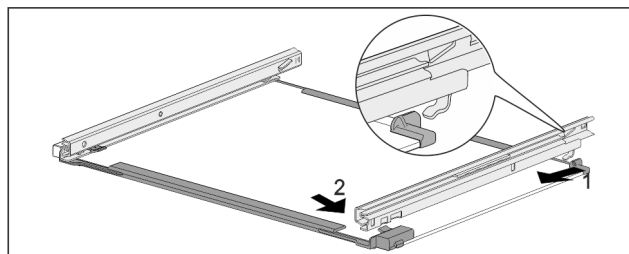

Fig. 59 Стеклянная пластина с направляющими
- ▶ Зацепите направляющую сзади. Fig. 59 (1)
- ▶ Защелкните направляющую спереди. Fig. 59 (2)